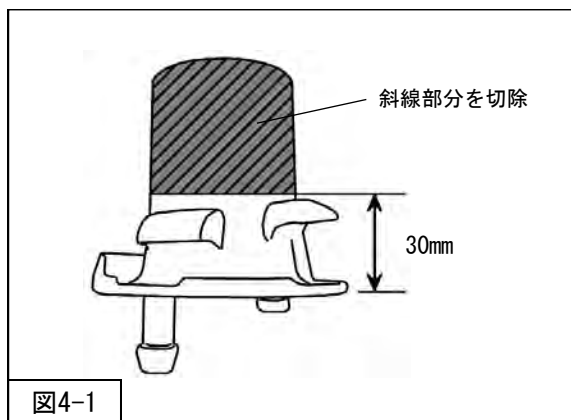

図4-1
1. 純正リアマウンティングラバーを、下から30mmのところまで切除してください。(図4-1)